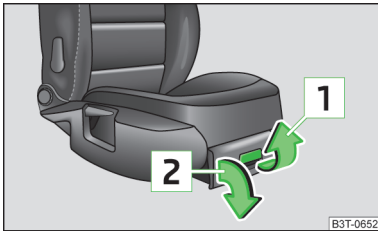

Abb. 91
- › Den Griff in Pfeilrichtung [1] » Abb. 91 ziehen.
- › Das Fach am Griff fassen und entgegen der Pfeilrichtung [Z] » Abb. 91 schließen.